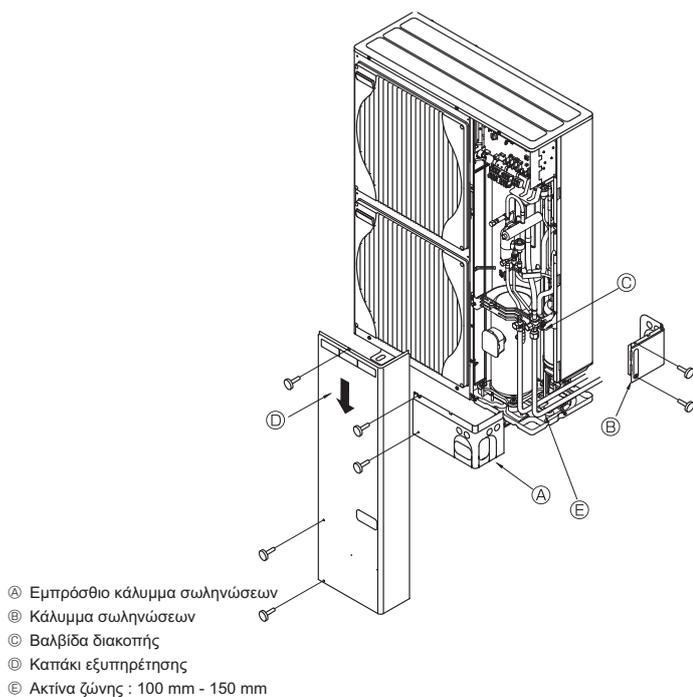

Fig. 5-8
5.6. Σωληνώσεις ψυκτικού υγρού (Fig. 5-8)